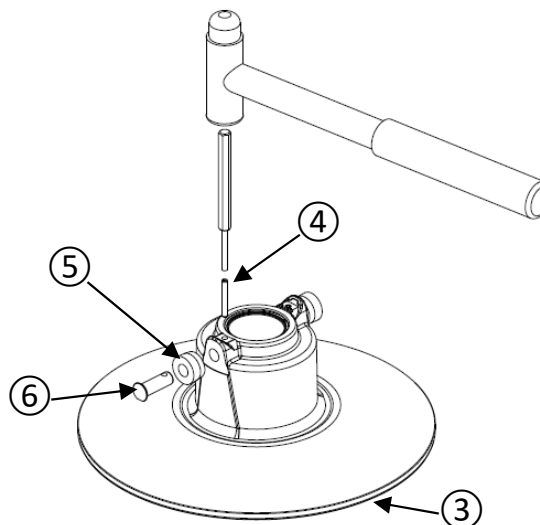

Figure 29
- Insérez les 2 tiges de rouleaux (6) dans les 2 rouleaux (5).
- Insérez les 2 tiges de rouleaux (6) et les 2 rouleaux (5) dans le flasque coulissant (3); les trous des tiges de rouleaux (6) doivent être alignés avec les trous du flasque coulissant (3).
- Insérez les 2 goupilles élastiques (4) dans le flasque coulissant (3) à l'aide d'un poinçon 3mm et d'un marteau, en vous assurant que les goupilles élastiques sont bien insérées dans les tiges de rouleaux (6) (voir figures 29 et 30).